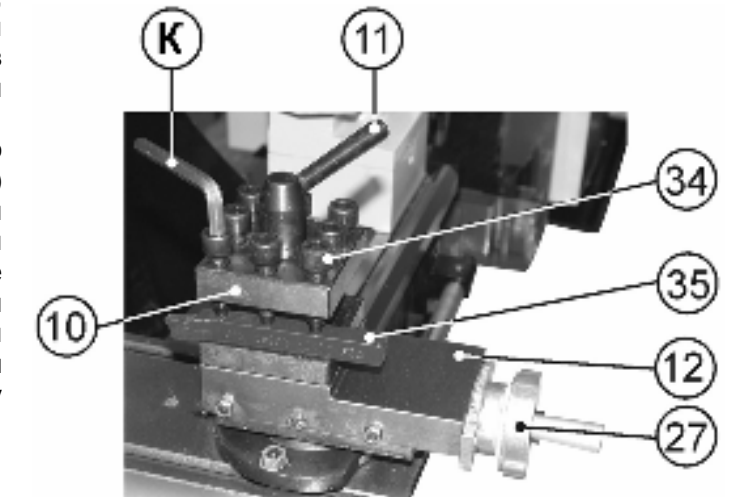
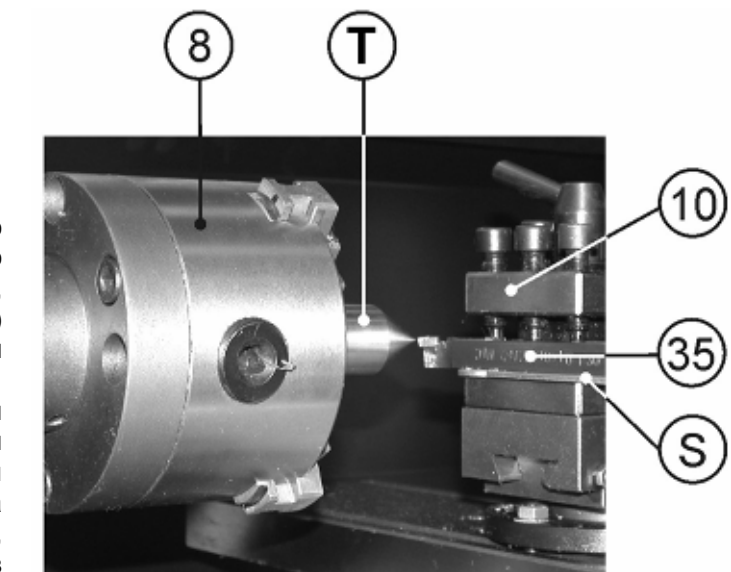

Рис. 11
Рис. 12
10.1.8. Используя шестигранный ключ (К), Рис.16, выкрутите 3 болта (34). Установите необходимый для предполагаемой операции резец (35) в резцедержатель (10). Равномерно, с достаточным усилием закрутите три болта (34), Рис.11. Убедитесь, что режущая часть головки резца (35) находится по центру диаметра заготовки. Положение резца (35) проверьте по центру (Т), зажатом в трёхлапчатом самоцентрирующемся патроне (9). Вылет головки резца должен быть примерно 10 мм, но не превышать 15 мм (не должен превышать полторы высоты державки резца). По необходимости, при установке резца используйте подкладки (S) разной толщины. Допускается использовать только одну подкладку, Рис.12.
10.1.9. Для ускорения и удобства работы можно установить в резцедержателе (10) параллельно, но направленные в противоположные стороны головками, два резца (35), Рис.13, при условии, что оба резца (35) в резцедержателе (10) закрепляются тремя болтами (34), Рис.11.
10.1.10. Поверните ручку фиксации резцедержателя (11) против часовой стрелки, поворачивая резцедержатель (10). Выберите необходимый для данной операции резец (35) или угол установки резца (35), зафиксируйте положение резцедержателя (10), повернув ручку фиксации резцедержателя (11) в обратном направлении с определённым усилием, Рис.11.